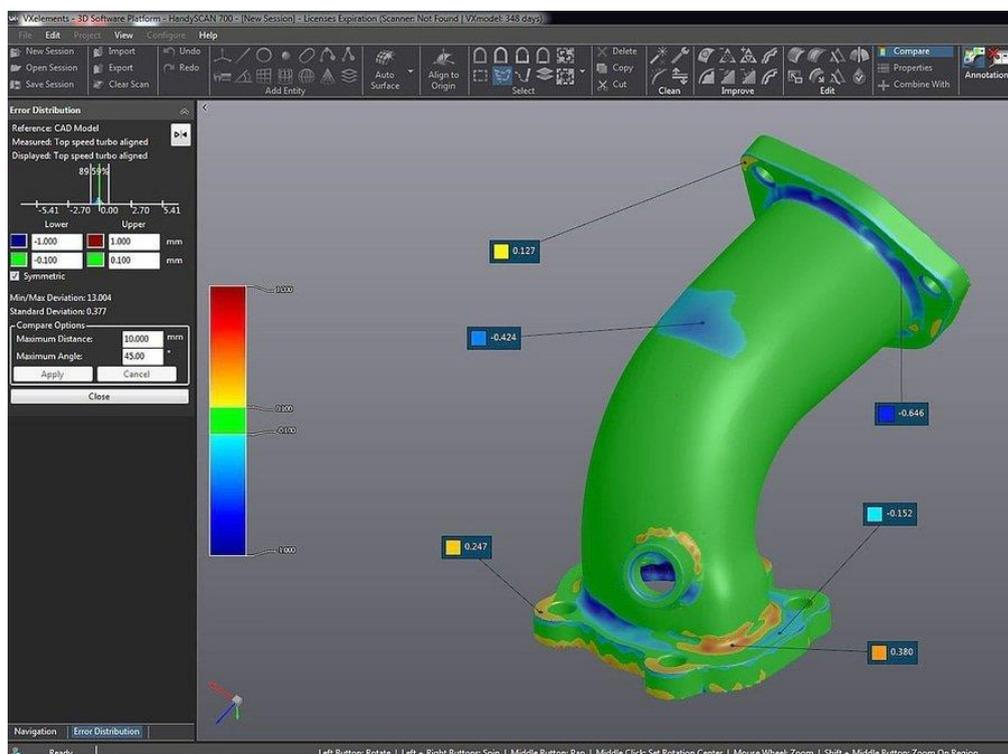

Рисунок 6.20 Интерфейс VXelements
1. VXelements – универсальная платформа, объединяющая все важнейшие элементы и инструменты в рамках удобной для пользователя, простой и оптимизированной рабочей среды (Рисунок 6.20).